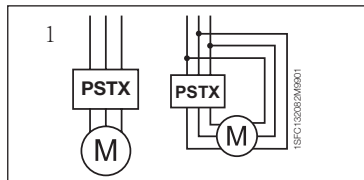

图 1: 外接、内接
2. 连接主电路：将端子 1L1 - 3L2 - 5L3 连接至线路，并将端子 2T1 - 4T2 - 6T3 连接至电动机。使用 PSTX30...105 的线路连接（参见图形 7 中的图 ①）和 PSTX142...1250 的端子连接（图形 7 中的图 ②）。PSTX 软起动器可“外接”和“内接”，参见图 1。